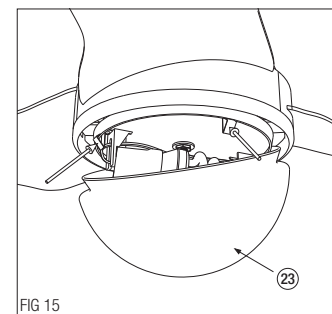

FIGURA 15
Prenda o globo de vidro (23) no plafon (9) fazendo com que as quatro molas de chapa fiquem para dentro do globo. Encaixe o globo de forma que duas molas entrem sem pressão e as outras duas sejam empurradas para dentro conforme indica as setas na figura 15.